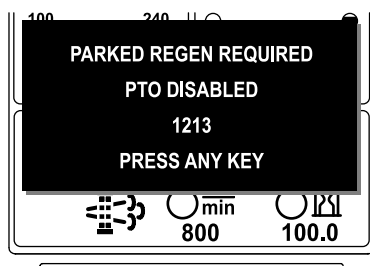

Bild 50
- Wenn Sie eine geparkte Regenerierung nicht innerhalb von zwei Stunden durchführen, wird im InfoCenter „Parked regeneration required – power takeoff disabled (Geparkte Regenerierung erforderlich – Zapfwelle deaktiviert) ADVISORY #1213“ angezeigt (Bild 50).